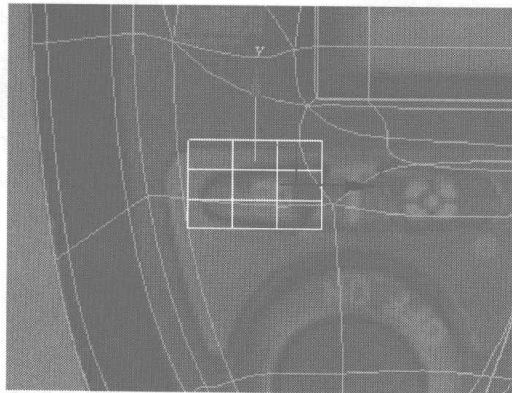

图 6.105
- 01** 在 Create 控制面板中单击 **Box** 按钮，在 Top 视图中建立一个 Box，如图 6.105 所示，并在 Front 视图中沿 Z 轴向上移动，然后将其切换为可编辑的 Polygon 模型。